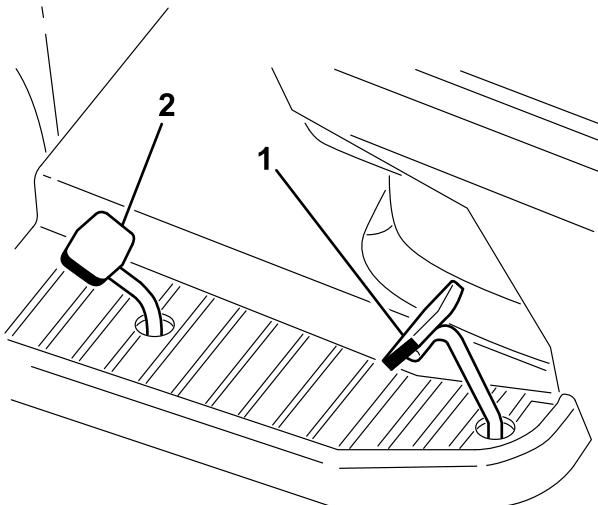

Figura 17
- Mettete il piede sul pedale di comando della trazione e premete lentamente per spostarvi in avanti (Figura 17).
- Mettete il piede sul pedale di comando della retromarcia e premete lentamente per spostarvi indietro (Figura 17).